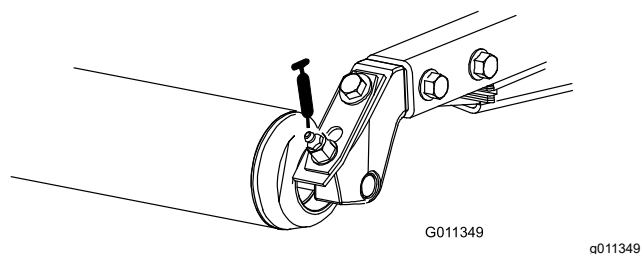

Рисунок 50
- Задние роликподшипники (по 2 на режущий блок) (Рисунок 50)